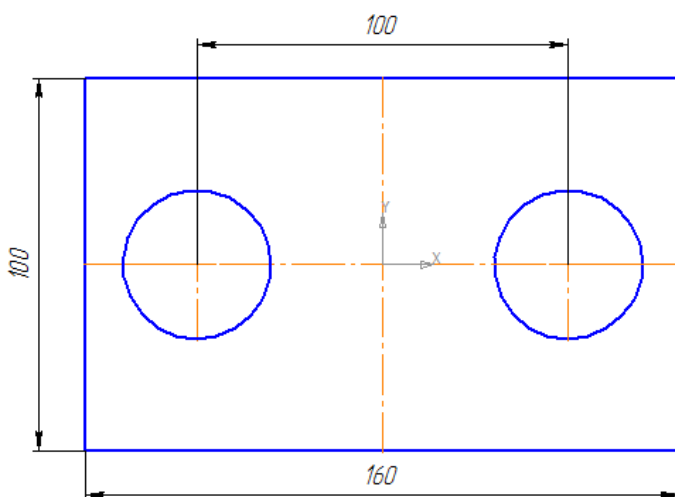

Рис. 14
- аналогичным образом проставьте все линейные размеры, изменяя ориентацию размерной линии. Вводимый текст будет указываться в поле Размерная надпись (рис. 14);